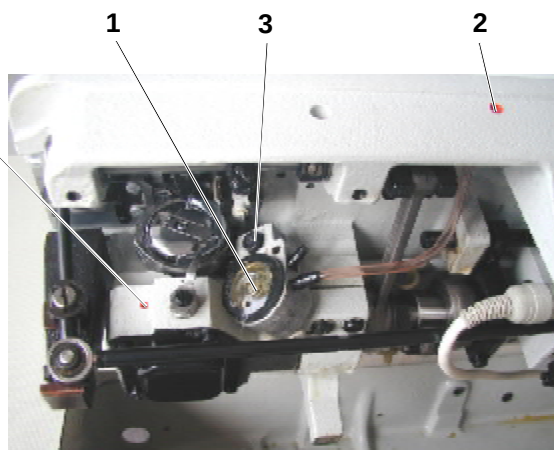

Fig. 13
De temps en temps, goutter de l'huile dans le trou dans la boîte de vitesse du crochet (Fig. 13). La quantité de l'huile alimentée pour graisser le crochet est réglée en tournant le pivot de réglage (3) dans l'intervalle de 0 - MAX, soit à gauche, contre le sens des aiguilles d'une montre. Le pivot est situé au côté avant du récipient d'huile au-dessous du plateau fondamental. En réglant l'indicateur du pivot régulateur sur "0", l'alimentation minimale de l'huile vers le crochet est assurée, de sorte que le grippage du crochet est évité. Après avoir mis la machine en service, contrôler et compléter régulièrement le niveau de l'huile dans le récipient d'huile auprès du crochet et aussi dans le récipient d'huile sur le bras de la machine. Il faut compléter aussi la graisse ESSO BEACON EP2 dans les arbres du mécanisme entraîneur (4, 5).